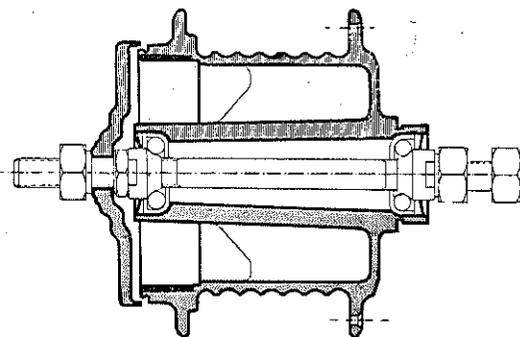

Fig. 2
Nous livrons en remplacement le moyeu complet n° 39.509 (figure 2).
b) Le corps de moyeu dans sa deuxième conception, c'est-à-dire avec canon central dépassant le plan du tambour de frein (voir figure 2) peut évidemment être livré.